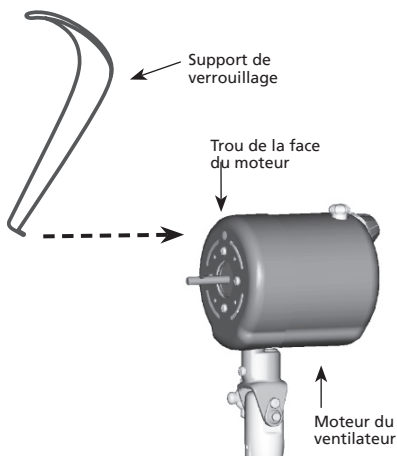

FIGURE 12A
25. Installer le support de verrouillage en l'inclinant comme le montre la Figure 12A et en insérant la base du support dans le trou au sommet de la face du moteur comme le montre la Figure 12 B. Déplacer ensuite le sommet du support vers l'avant au-dessus des grilles avant et arrière comme le montre la Figure 12 B.
NOTA : Pour que ce soit plus clair, la Figure 12A ne montre pas la grille arrière et l'assemblage de pales pour que l'on voit l'installation du support de verrouillage.